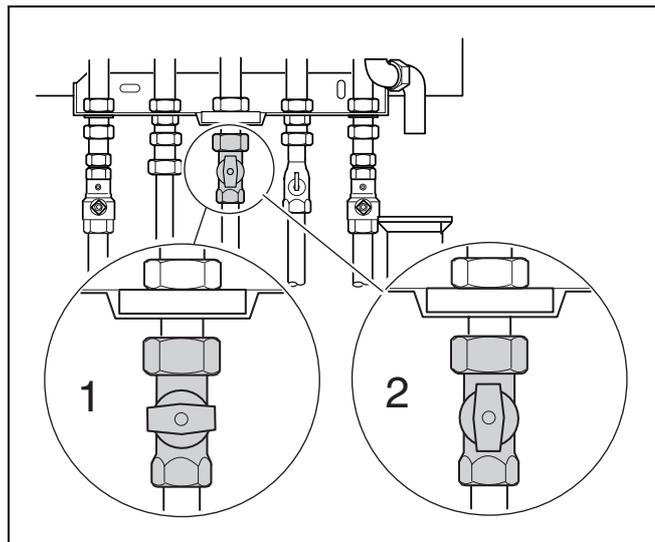

Fig. 31 Rubinetto del gas
- Chiudere il rubinetto del gas (fig. 31, pos. 1).
- Aprire il rubinetto del gas (fig. 31, pos. 2).
- Chiudere il rubinetto del gas sotto l'apparecchio (fig. 31, pos. 1).